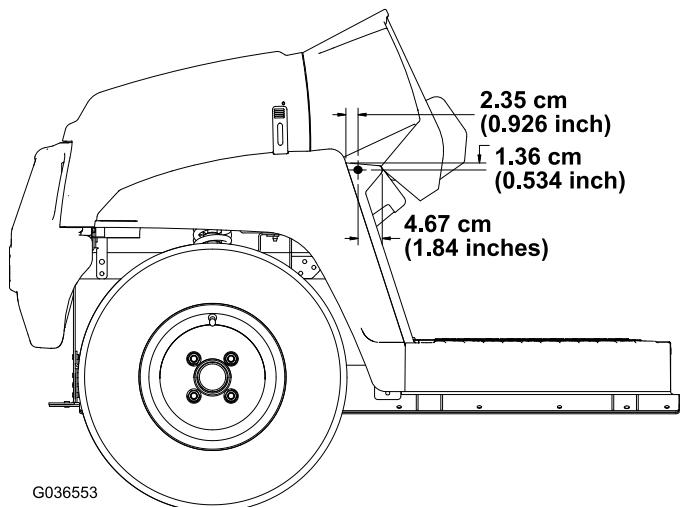

Figure 4
3. En vous aidant des dimensions indiquées à la Figure 4, percez 1 trou ($5/16$ ") à l'extérieur du repose-pied sur les côtés droit et gauche de la machine.